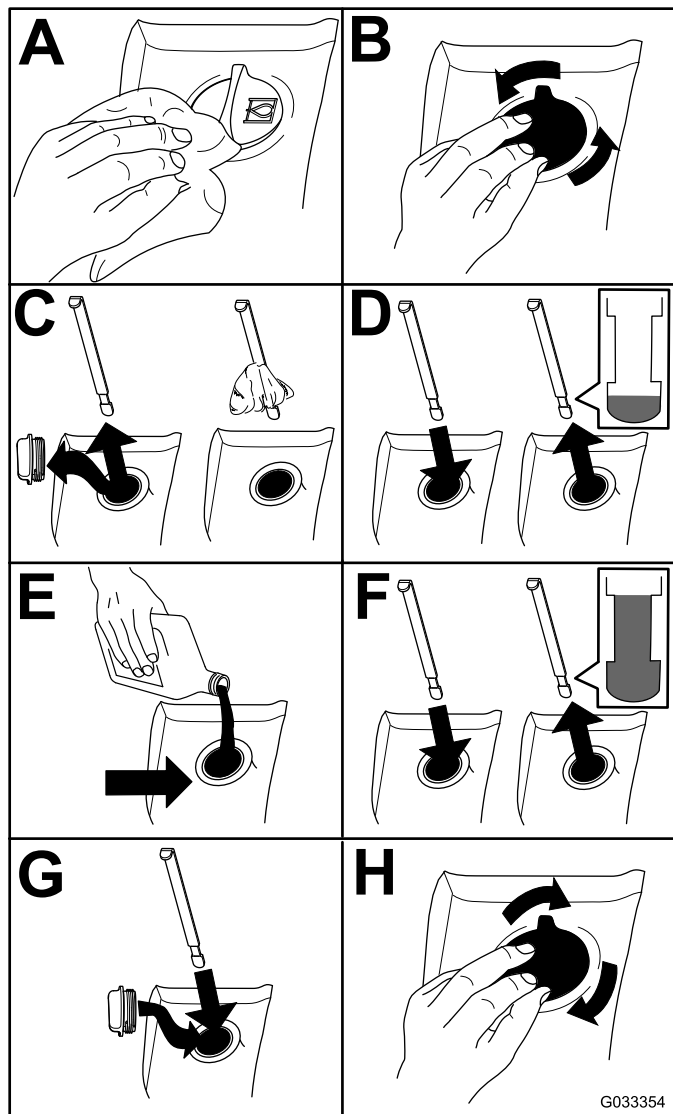

Рисунок 72
2. Проверьте уровень гидравлической жидкости (Рисунок 72).